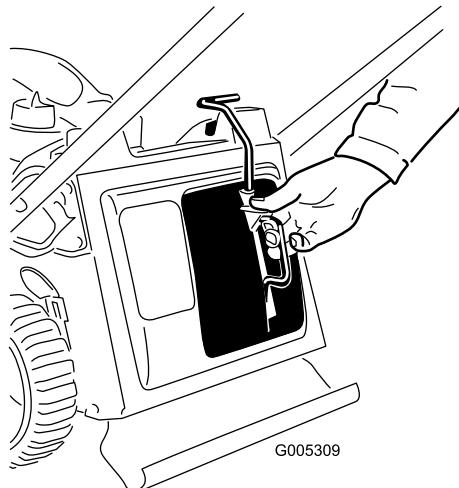
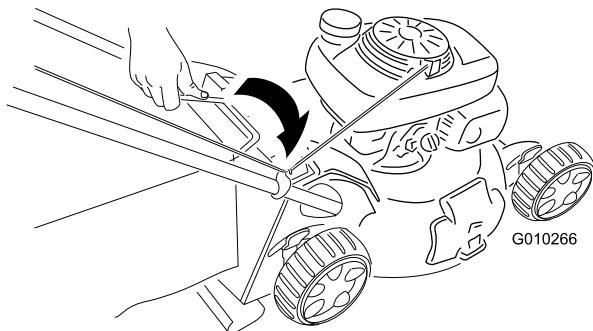

Bild 19
Bild 20
1. Setzen Sie den Mulchverschluss (Bild 19) oder den Fangkorb (Bild 20) an der Maschine ein.